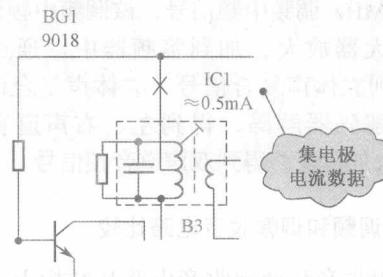

图 1-7 直流电流数据标注示意图
(3) 给出修理数据和资料。许多整机电路图中还给出了有关测试点的直流工作电压，为检修电路故障提供了方便。例如，集成电路各引脚上的直流电压标注，三极管各电极上的直流电压标注等。视频设备的整机电路图关键测试点处还标出信号波形，为检修该部分电路提供了方便。如图 1-7 所示是整机电路图中的直流电流数据示意图。